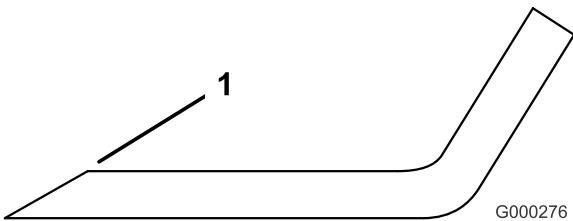

Figure 101
3. Examinez les tranchants de toutes les lames et affûtez-les s'ils sont émoussés ou ébréchés. N'affûtez que le haut du tranchant et conservez l'angle de coupe d'origine pour obtenir une coupe nette (Figure 101). Limez la même quantité de métal sur chacun des deux tranchants pour ne pas déséquilibrer la lame.
Si la lame est trop usée, une entaille se forme entre la partie relevée et la partie plane (Figure 101). La lame risque alors de se briser et un morceau peut alors être projeté du dessous de la machine, vous blessant gravement ou une personne à proximité.